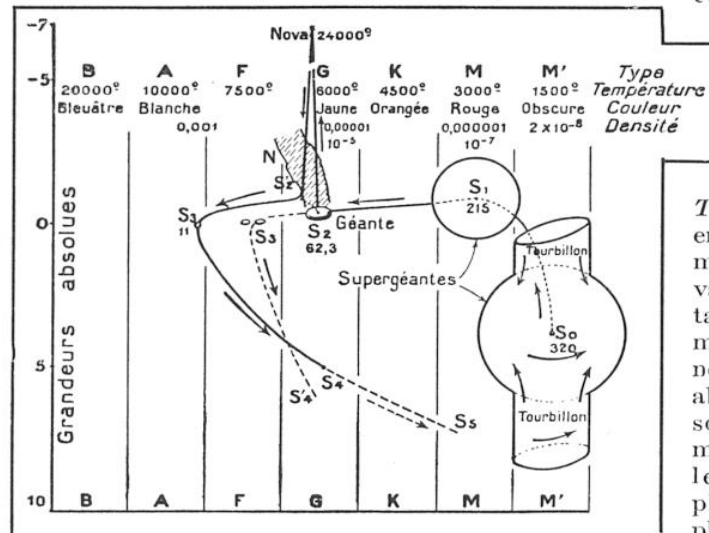

FIG. 2. — SCHÉMA DE LA PRÉHISTOIRE DU SOLEIL MONTRANT SA LIGNE DE VIE $S_0 S_1 S_2 S'_2 S_3 S_4$
phases principales de la préhistoire du Soleil : il suffit de les joindre par une « ligne de vie » $S_0 S_1 S_2 S_3 S_4$ (fig. 2), qui suivra le diagramme de Russel, où les grandeurs absolues (1) sont en ordonnées, et les types *B A F G K M* d'étoiles et leurs températures figurent en abscisses.